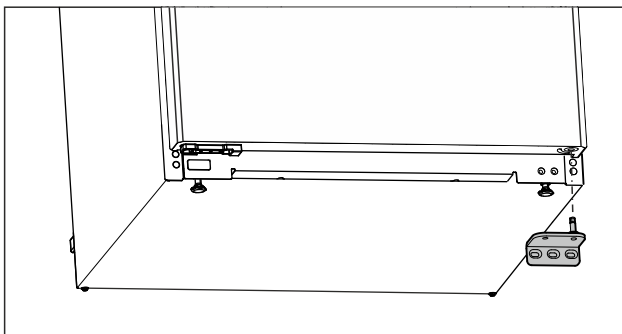

Fig. 15
- ▶ Сваляте лагерната стойка надолу. (виж Fig. 15)